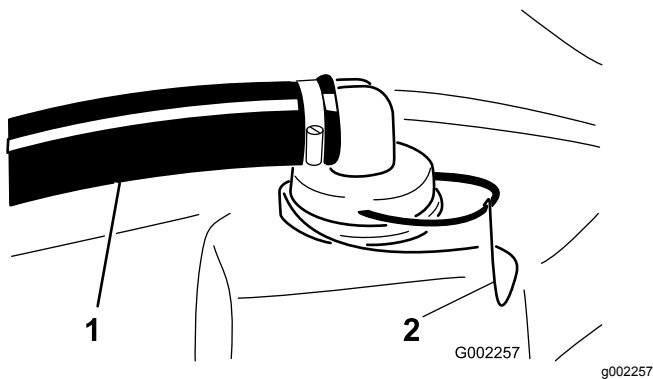

図 16
3. ストレーナハウジングからホースとフィッティングを取り外す 図 16。